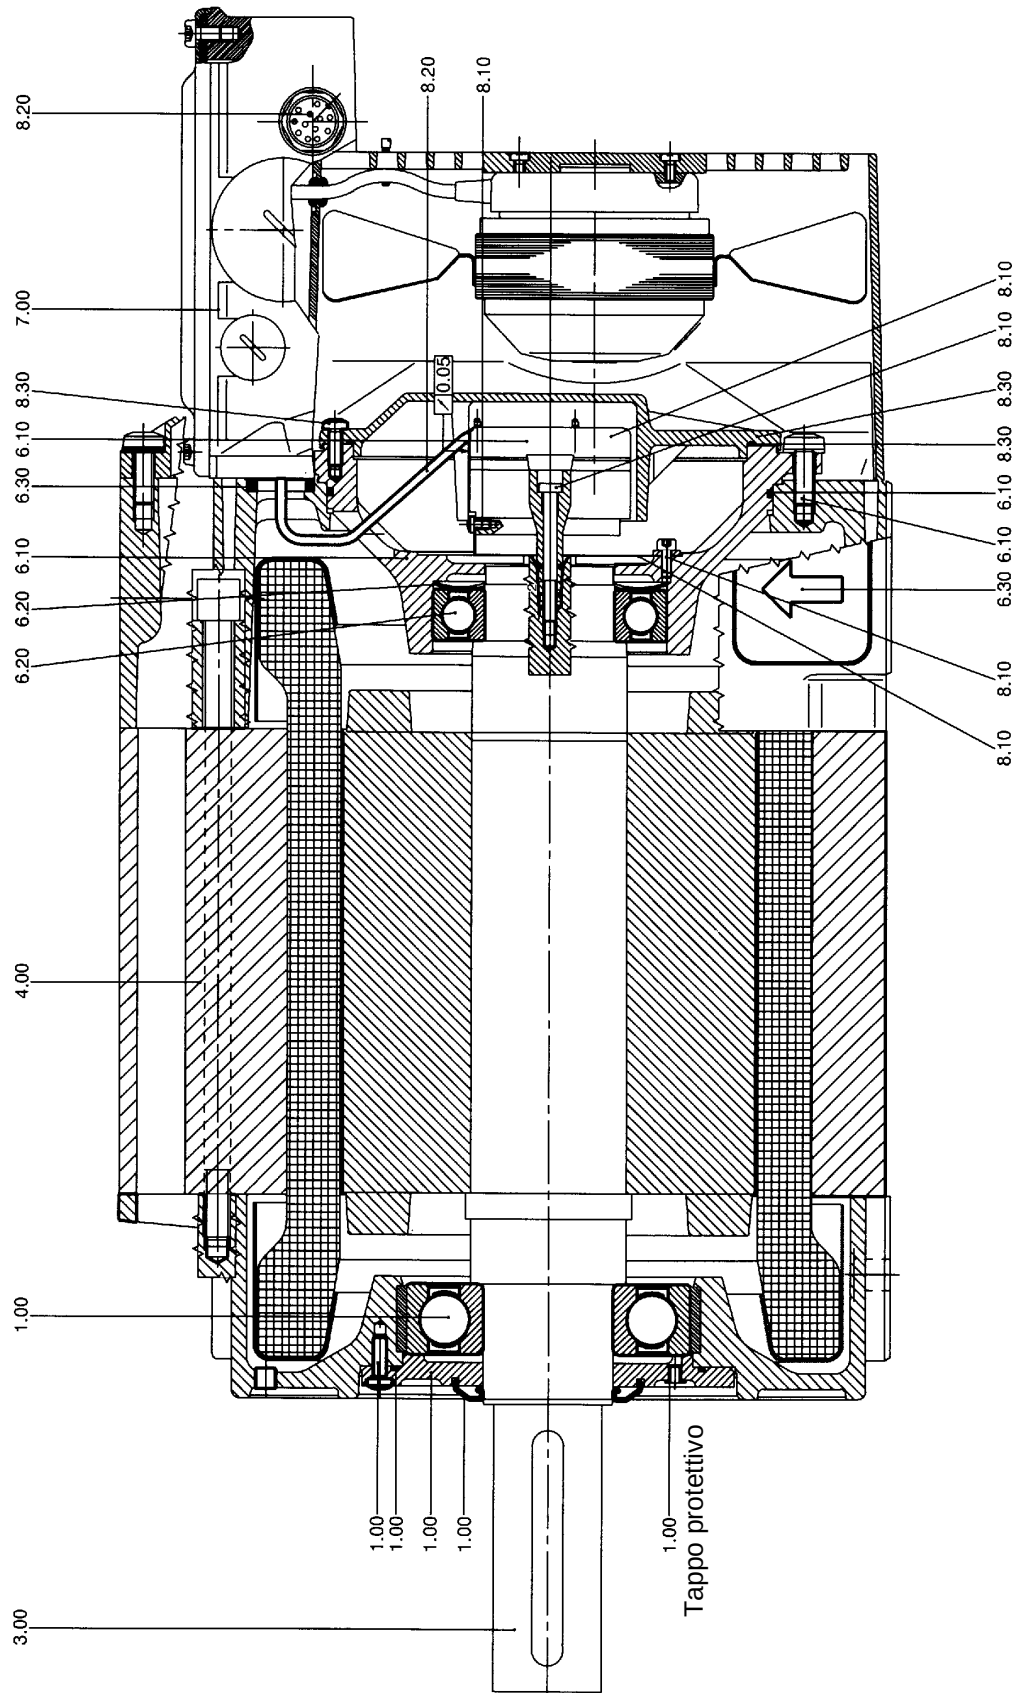

Fig. 9 PH7 IM B3
- allentare e rimuovere la vite per il braccio di reazione (8.10a) e la vite del trasduttore (8.10b) ed evitare che ruoti anche il rotore (fig. 9)
- applicare il trasduttore con il braccio di reazione precedentemente montato sul cono del rotore ed avvitare con la vite; attenersi alle coppie di serraggio max. prescritte ed evitare che ruoti anche il rotore (fig. 9).